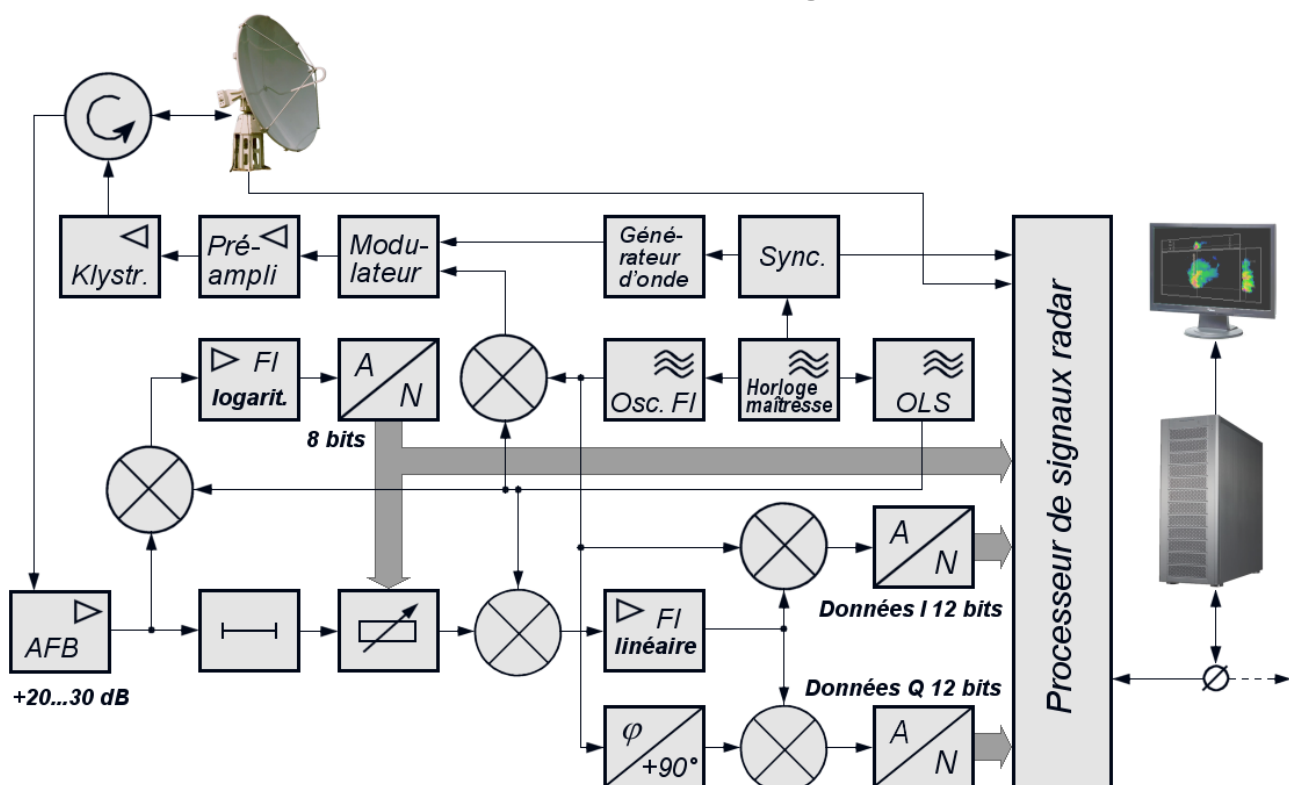

Figure 17 : Schéma du circuit du récepteur linéaire frontal d'un radar météorologique.
Dans un radar météorologique, ce n'est pas seulement la détection qui est importante mais également l'intensité du signal car elle est proportionnelle au taux de précipitations. Le récepteur est donc plus complexe tel qu'on peut le voir dans la Figure 17. Celle-ci montre le circuit pour un radar cohérent où toutes les fréquences et les déclencheurs sont issus d'un *oscillateur maître stable*, ou *oscillateur cohérent* (COHO en anglais). Cela assure la synchronisation des opérations du transmetteur et du récepteur. En particulier, la fréquence de la porteuse et de l'*oscillateur local stable* (OLS) sont produites grâce à la démultiplication de la fréquence du COHO. La première est amplifiée par un klystron à cavités multiples et envoyée par l'antenne. La seconde est mélangée aux échos de retour dans le récepteur pour donner la fréquence intermédiaire (FI) qui sera envoyé au processeur de signaux.